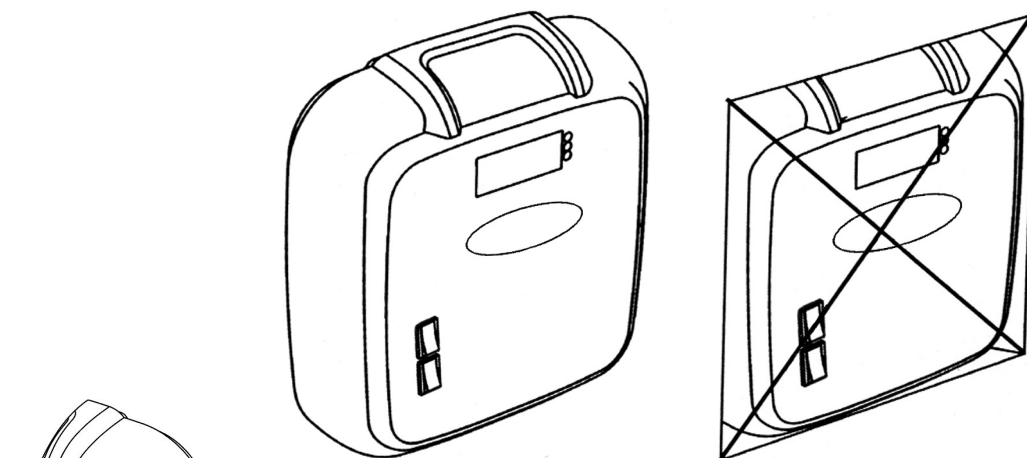

Fig. 4. Le boîtier de commande ne peut être encastré.
- Le boîtier de commande n'est pas adapté pour un montage encastré. Fig. 4.